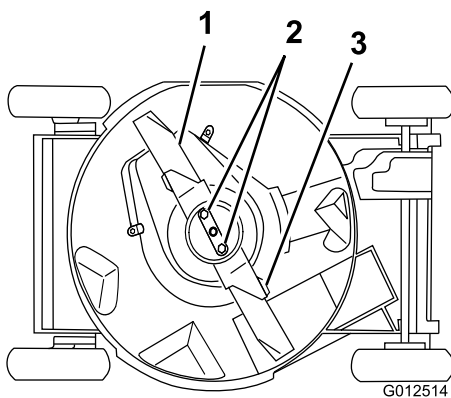

Figura 32
4. Vuelque el cortacésped hacia su lado **derecho** (Figura 32).
Sujete el extremo de la cuchilla usando un paño o un guante grueso. Retire las tuercas de la cuchilla, el acelerador y la cuchilla (Figura 32).
5. Retire las 2 tuercas de la cuchilla, el acelerador y la cuchilla (Figura 32).